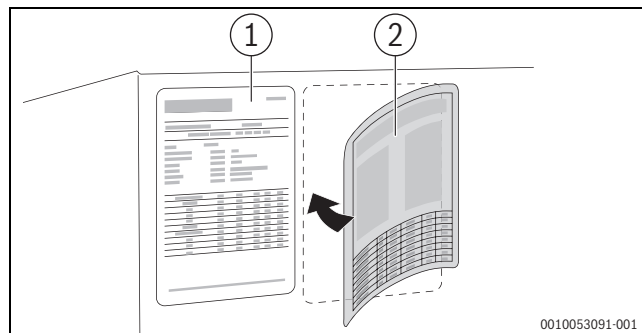

Fig. 30 Mise à jour de la plaque signalétique pour la conversion à la **variante LowNOx**
- Coller la plaque signalétique fournie **près** de celle déjà présente (→ fig. 30, [2]).